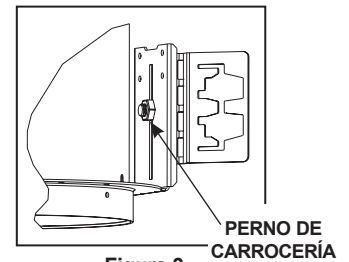

Figura 3
**Paso 2.** Ajuste los soportes de montaje de mariposa aflojando el perno de carrocería de ajuste de manera que la parte inferior del anillo de yeso quede al ras con la línea de techo acabado. Los soportes de montaje tienen un rango de ajuste vertical total de 3" (Figura 3).